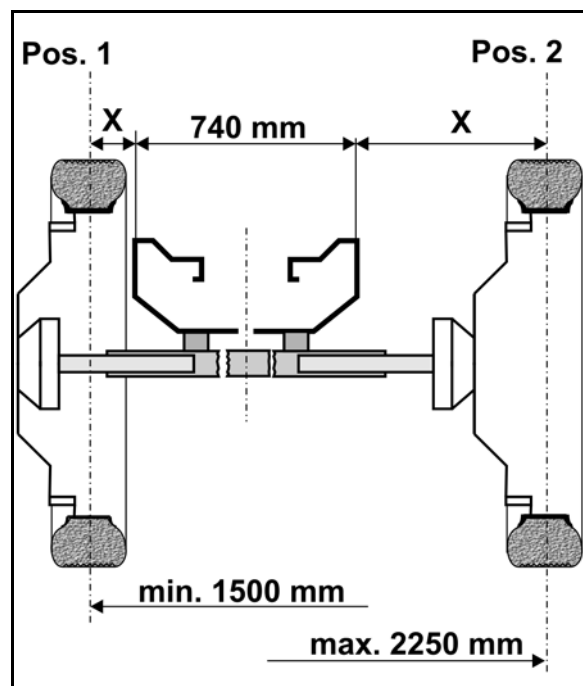

Fig. 134
4. Løs klemmeskruer (Fig. 134/1,2).
6. Til justering af akslen skal man først spænde (Fig. 134/1) skruerne, spændemoment. 210 Nm.
7. Spænd så (Fig. 134/2) skruerne, spændemoment 750 Nm.